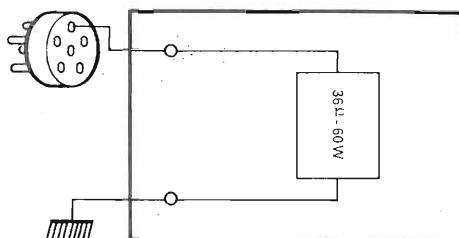

Fig. 8 - Carico fittizio
- l) Carico fittizio da connettere in sostituzione al giogo (fig. 8).